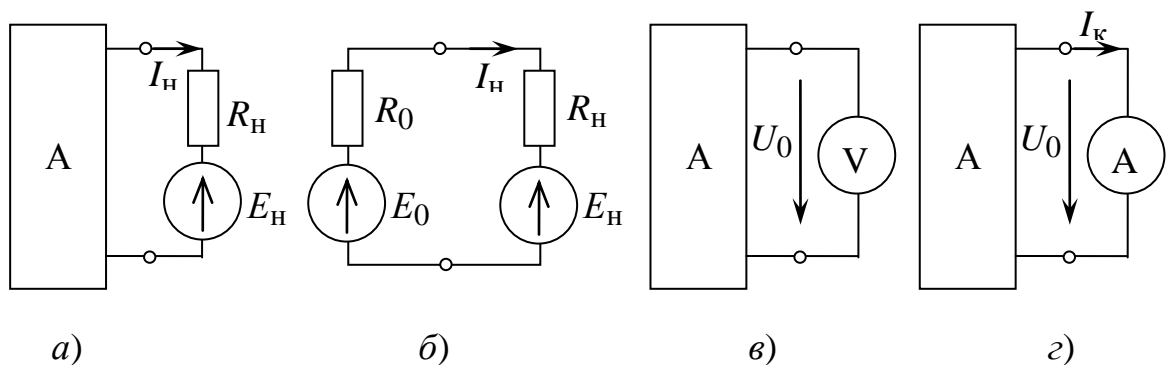

Рис. 1.12
5. Метод эквивалентного генератора основан па замене активного двухполюсника реальным источником ЭДС. На рис. 1.12 *a* и *б* показана такая замена, а также схемы для опытов холостого хода рис. 1.12 *в* и короткого замыкания рис. 1.12 *г*. По результатам этих опытов можно определить ЭДС эквивалентную генератора  $E_0$  и его внутреннее сопротивление  $R_0$ :